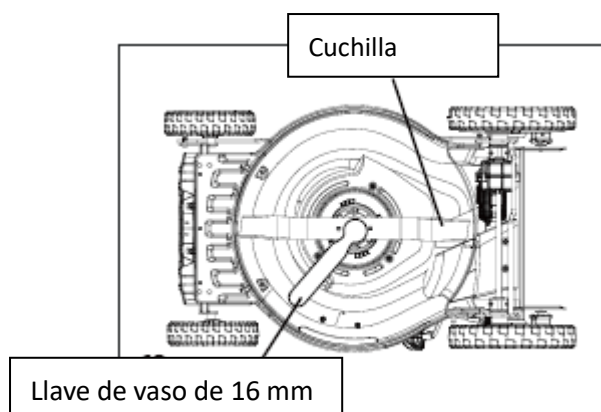

Fig. 14
- A continuación, retire la cuchilla con cuidado (véanse las fig. 14 y 15).